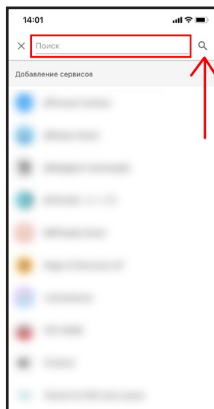

Рис. 17
3. Найдите и войдите в «Smart Life», используя логин и пароль от приложения «Smart Mamibot» (рис. 17, 18, 19, 20).